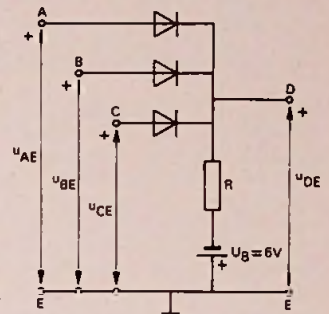
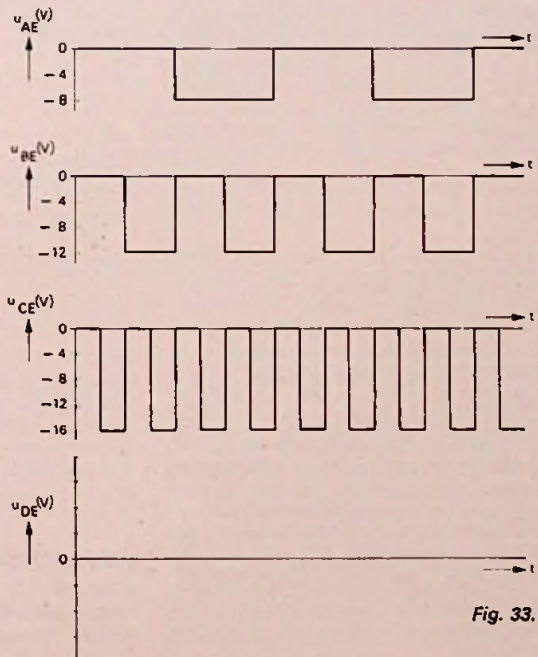

Fig. 32.
Fig. 33.
2. De schakeling van fig. 32 heeft drie ingangen t.o.v. aarde, waaraan de spanningen u_{AE} , u_{BE} en u_{CE} worden toegevoerd. Het verloop van deze spanningen is in fig. 33 weergegeven. De dioden hebben een doorlaatweerstand nul en een sperweerstand oneindig. Schets in fig. 33 het verloop van de uitgangsspanning u_{DE} .